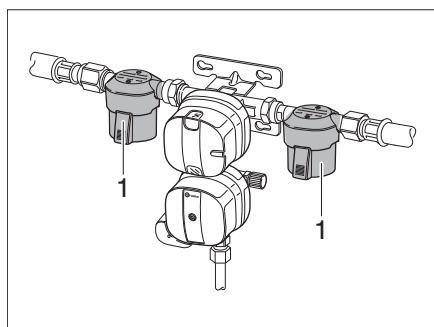

Bild 75 Gasfilter
**Gasfilter** Die Gasfilter (Bild 75) filtern Abdampf-Rückstände wie Olefine, Paraffine und sonstige Kohlenwasserstoffverbindungen aus der Gasanlage heraus. Die Filterpatronen müssen in regelmäßigen Abständen kontrolliert und spätestens alle 2 Jahre ausgewechselt werden.